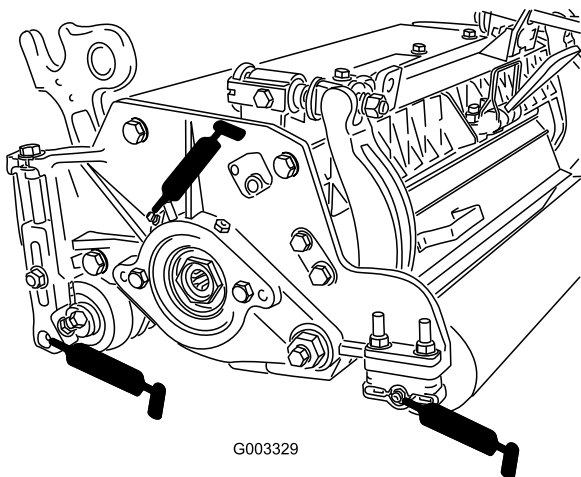

Figure 30
Chaque plateau de coupe comporte (6) graisseurs (Figure 30) qu'il faut lubrifier régulièrement avec de la graisse universelle au lithium n° 2.